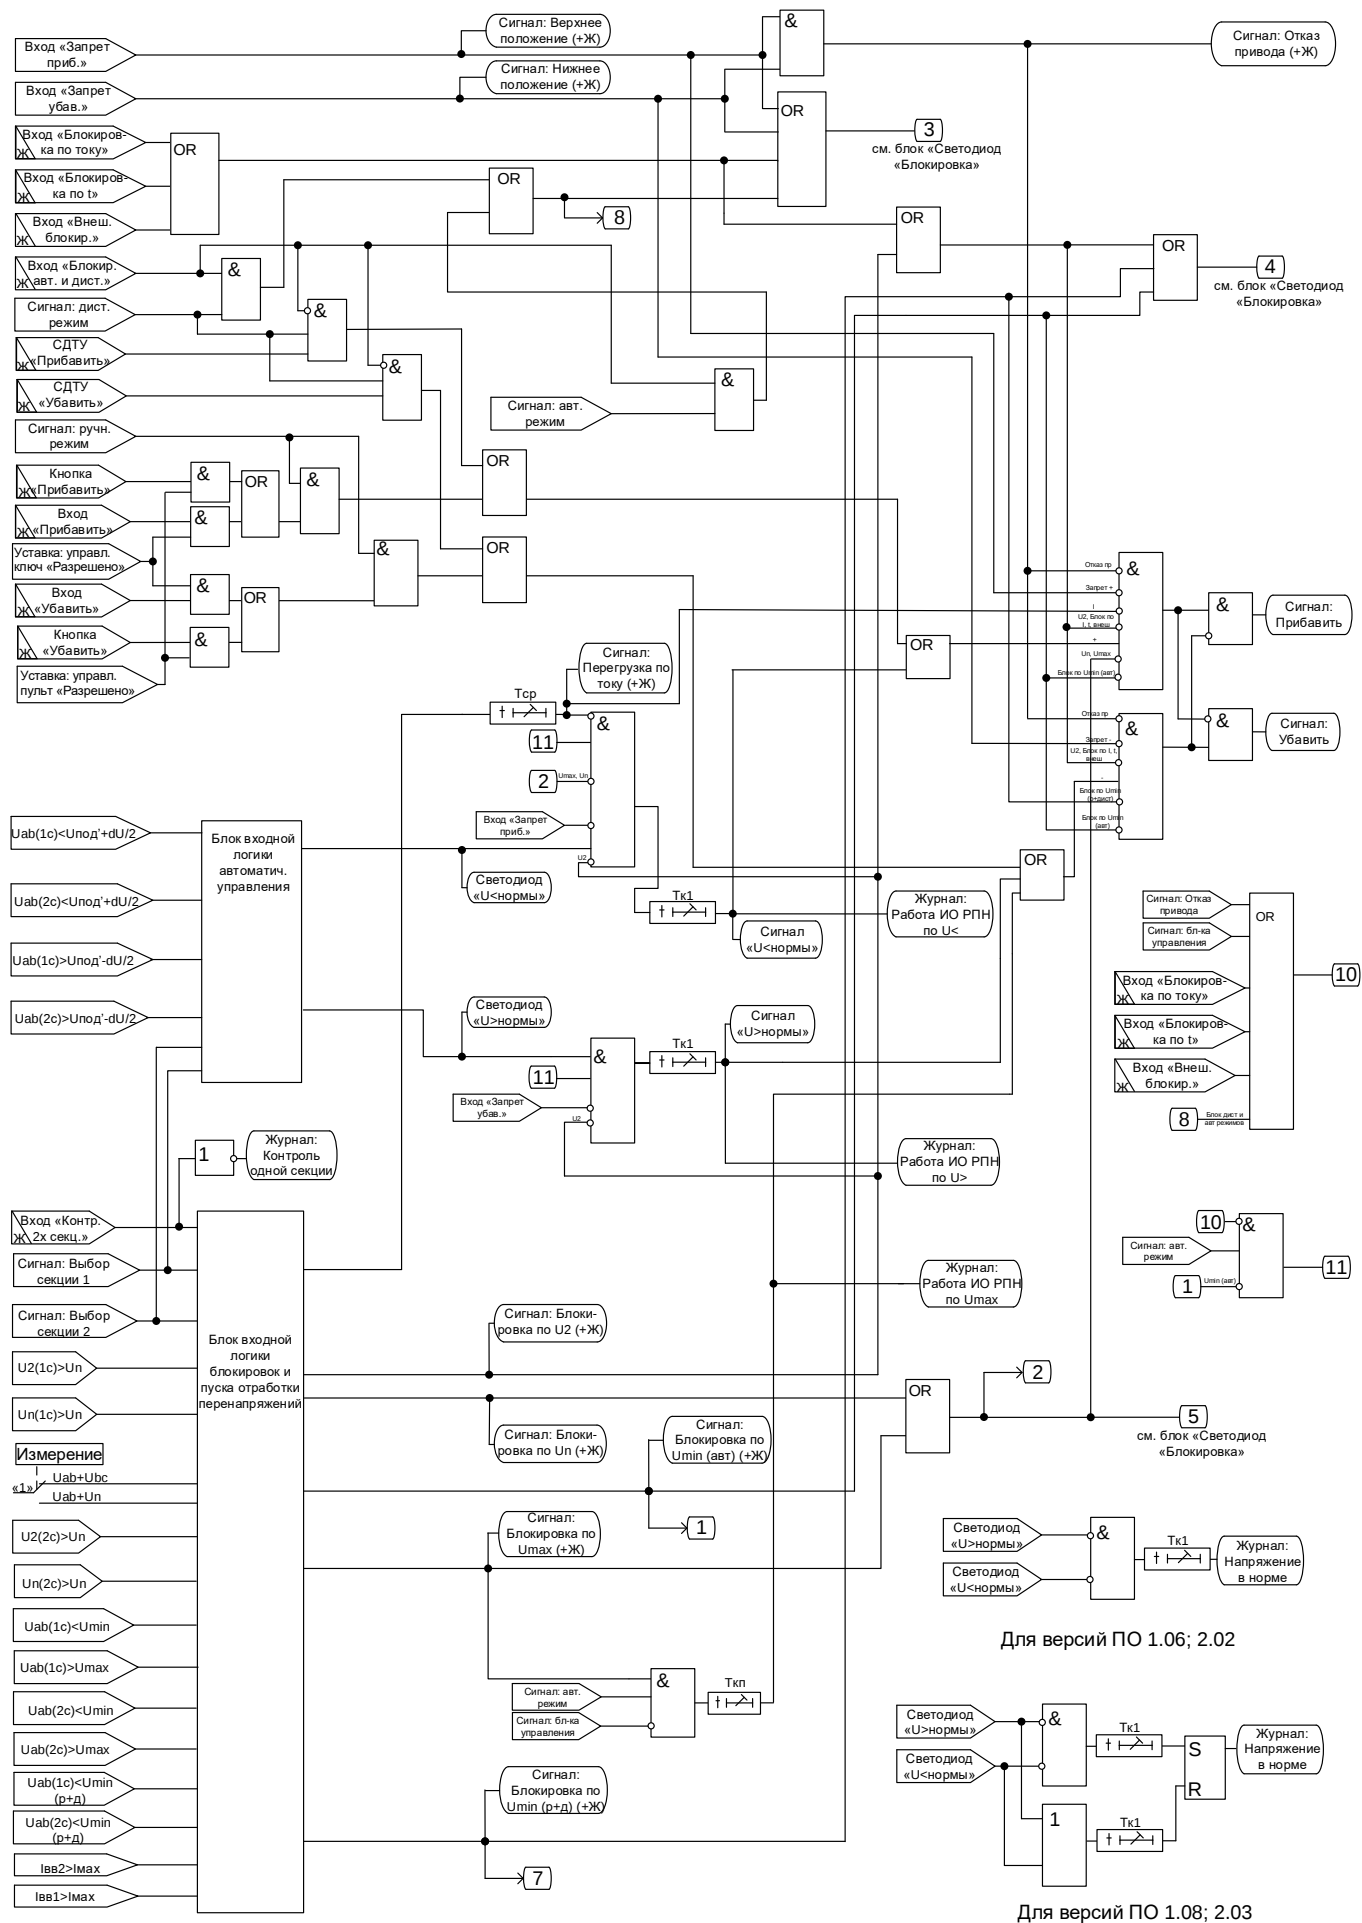
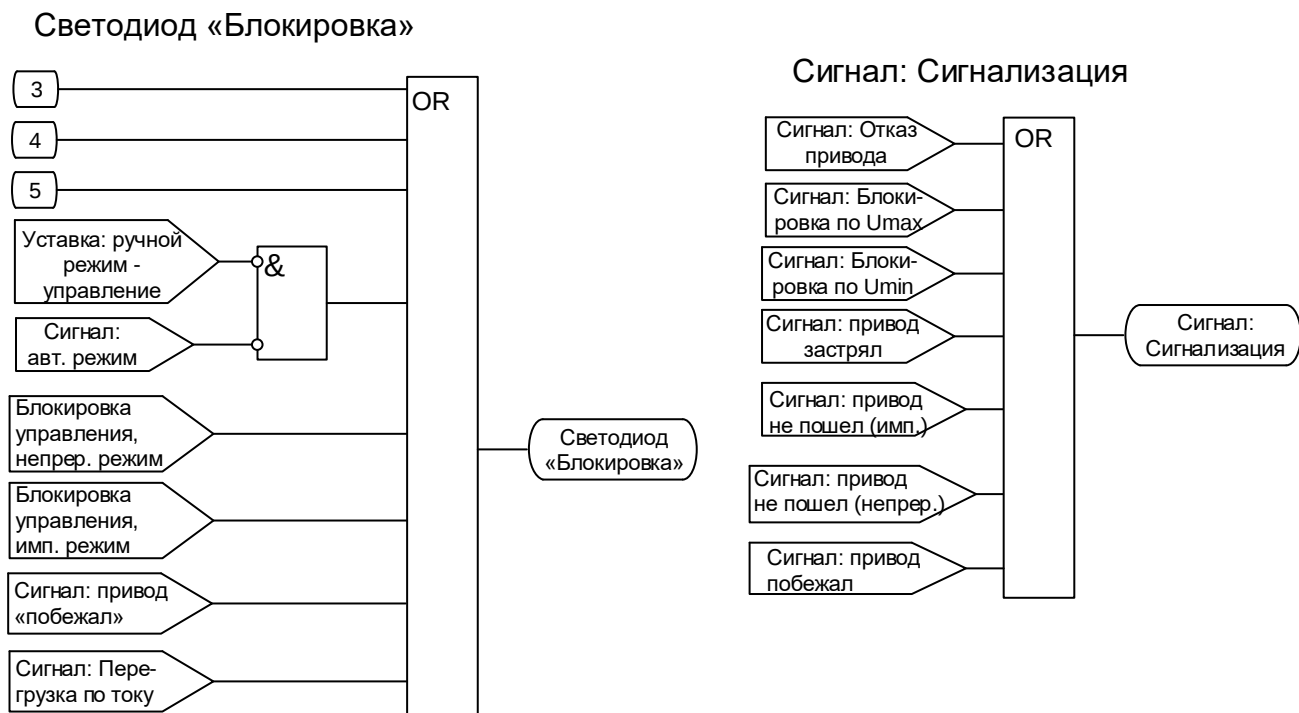

Рисунок 5.1 – Логика формирования команд управления
Рисунок 5.5 – Логика формирования сигналов «блокировка» и сигнала «неисправность привода»
Блокировки. Наличие любого сигнала внешней блокировки («Внеш. блок.», «Блокировка по току», «Блокировка по t ») запрещает формирование команд «Прибавить» и «Убавить» (см. рис. 5.1), формируется сигнал «Блокировка» (см. рис. 5.5). При снятии сигналов внешней блокировки пропадает сигнал «Блокировка», разрешается регулирование.
Если обнаружен сигнал от нижнего концевого выключателя (на входе «Запрет убавить»), то запрещается выдача команды «Убавить», формируется сигнал «Блокировка» (см. рис. 5.5). При снятии сигнала от концевого выключателя снимается сигнал «Блокировка».
Если обнаружен сигнал от верхнего концевого выключателя (на входе «Запрет прибавить»), то запрещается выдача команды «Прибавить» (см. рис. 5.1), формируется сигнал «Блокировка» (см. рис. 5.5). При снятии сигнала от концевого выключателя снимается сигнал «Блокировка».
При одновременном наличии сигналов на дискретных входах «Запрет прибавить» и «Запрет убавить» регулировка напряжения полностью запрещается, формируются сигналы «Блокировка», «Отказ привода», «Сигнализация». Регулятор деблокируется, когда будут сняты оба сигнала (см. рис. 5.1; 5.4; 5.5).
Внутренняя блокировка по току. Если в регулируемой секции ток ввода $I_{вв} > I_{max}$, то запрещается выдача команды «Прибавить», формируется сигнал «Блокировка», через время контроля перегрузки по току $T_{ср}$ формируются длительный сигнал «Перегрузка» и импульсный сигнал «Сигнализация» (см. рис. 5.1). Сигналы «Блокировка» и «Перегрузка» сбрасываются, когда ток уменьшается ниже $0,95 I_{max}$.
Внутренняя блокировка по U_2 предназначена для блокировки управления РПН при перегорании предохранителя в цепях ТН. Если в регулируемой секции напряжение U_2 превышает уставку, то регулирование запрещается, формируется сигнал «Блокировка» (см. рис. 5.1 и 5.5). При снижении напряжения ниже 98% порогового значения пропадает сигнал «Блокировка», разрешается регулирование.
Работа при достижении Umin. Если в регулируемой секции в автоматическом режиме управления действующее значение напряжения меньше Umin, то запрещается регулирование, формируется длительный сигнал «Блокировка» и импульсный сигнал «Сигнализация» (см. рис. 5.1; 5.4 и 5.5). При повышении напряжения выше 1,02Umin сбрасывается сигнал «Блокировка», разрешается регулирование.
В ручном или дистанционном режимах управления при снижении действующего напряжения регулируемой секции меньше Umin (p+d), запрещается формирование команды «Убавить», формируется длительный сигнал «Блокировка» и импульсный сигнал «Сигнализация» (см. рис. 5.1; 5.4 и 5.5). При повышении напряжения выше 1,02Umin(p+d) сбрасывается сигнал «Блокировка», разрешается формирование команды «Убавить».
- запрещается выдача команды «Прибавить», формируется длительный сигнал «Блокировка» и импульсный сигнал «Сигнализация» (см. рис. 5.1; 5.4 и 5.5);
Контроль двух секций. Если контролируются обе секции (установлен сигнал «Две секции») и обнаружено превышение граничных условий в любой из двух секций («Перегрузка», «Перенапряжение», «Низкое U» и т.д.), то формируется длительный сигнал «Блокировка» и импульсный сигнал «Сигнализация» и блокируется выдача соответствующей команды управления (см. рис. 5.1; 5.4 и 5.5).
Если условие (5.4) выполняется, то спустя время Тк1 формируется сигнал «Прибавить» (см. рис. 5.1).
Программа понижения напряжения. Если выполняется условие (5.5), то включается светодиод «U>нормы», запускается таймер Тк1 (задержка формирования первичной команды на управление приводом). В течение этого времени контролируется выполнение условия (5.5). Если условие (5.5) не выполняется, то сбрасывается подсчет Тк1 и выключается светодиод «U>нормы». Если условие (5.5) выполняется, то спустя время Тк1 формируется сигнал «Убавить» (см. рис. 5.1).